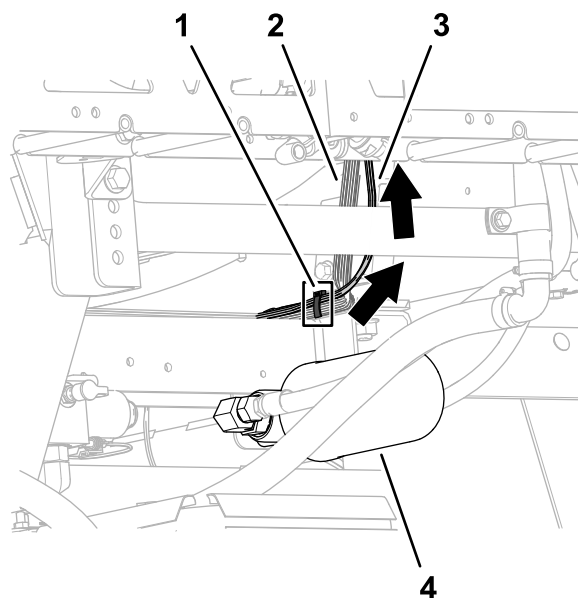
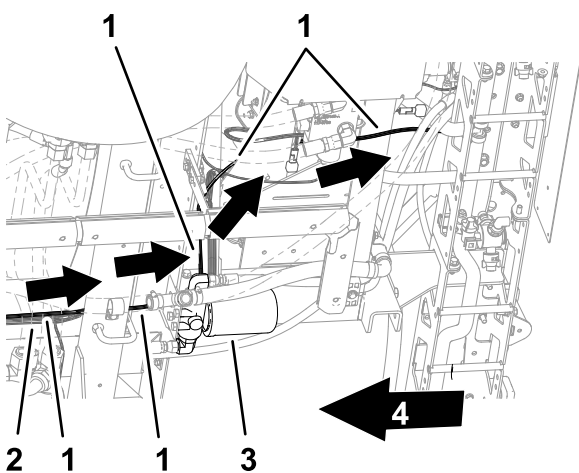

Figura 44
Figura 43
2. Fissate il cablaggio preassemblato del kit al cablaggio preassemblato posteriore della macchina con una fascetta per cavi, come illustrato nella Figura 44.
1. Disponete le diramazioni e il cavo del cablaggio preassemblato verso l'alto, nella sezione di irrorazione centrale, come illustrato nella Figura 43 e nella Figura 44.